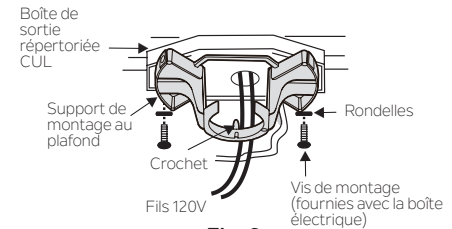

Fig. 6
**Étape 3.** Passez les fils d'alimentation de 120 volts de la boîte de sortie du plafond au centre du support de fixation au plafond. (Fig. 6)
**Étape 4.** Fixez le support de montage au plafond à la prise de courant à l'aide des vis et des rondelles fournies avec celle-ci. (Fig. 6)